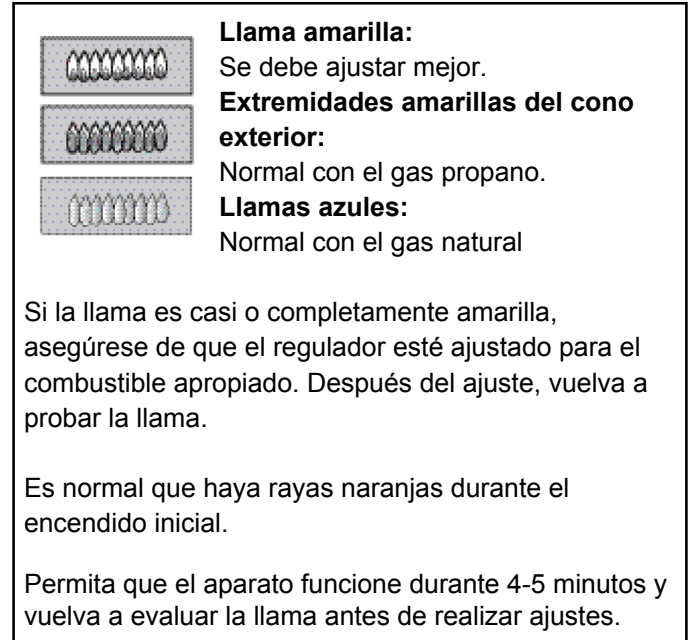

FIGURA 27: Características de las llamas
**Prueba del encendedor de los quemadores.** Seleccione la perilla de un quemador de la estufa. Presiónela y gire en sentido antihorario hasta HI. El módulo de chispa producirá un chasquido. Una vez que el aire se haya vaciado de las líneas de alimentación, el quemador debería encenderse en menos de cuatro (4) segundos.
**Prueba de llama: opción Alta.** Gire la perilla del quemador a HI. Vea la *Figura 27* para conocer las características de una llama correcta.
Inspeccione la llama de los quemadores de la hornilla mientras están encendidos. Vea la *Figura 27* para conocer las características de una llama normal. Si la llama es casi o completamente amarilla, se debe ajustar los obturadores de aire de los quemadores de la hornilla. Vea el proceso de ajuste de la llama en la sección siguiente.
- Repita este proceso hasta que las características de la llama sean aceptables (vea la *Figura 27*).